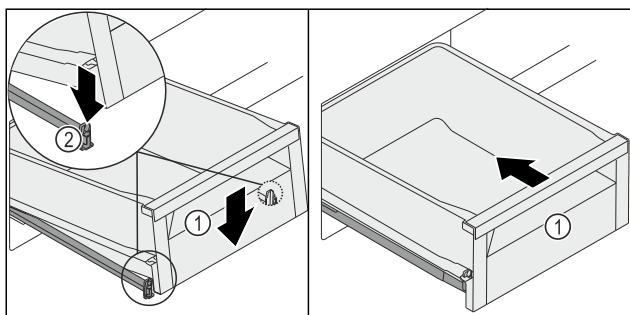

Fig. 127
- ▶ Опустіть висувний ящик Fig. 127 (1) спереду так, щоб він увійшов у затискач Fig. 127 (2) ліворуч і праворуч.
- ▶ Висувний ящик Fig. 127 (1) чутно зафіксується з характерним звуком.
- ▶ Всуňte висувний ящик Fig. 127 (1).